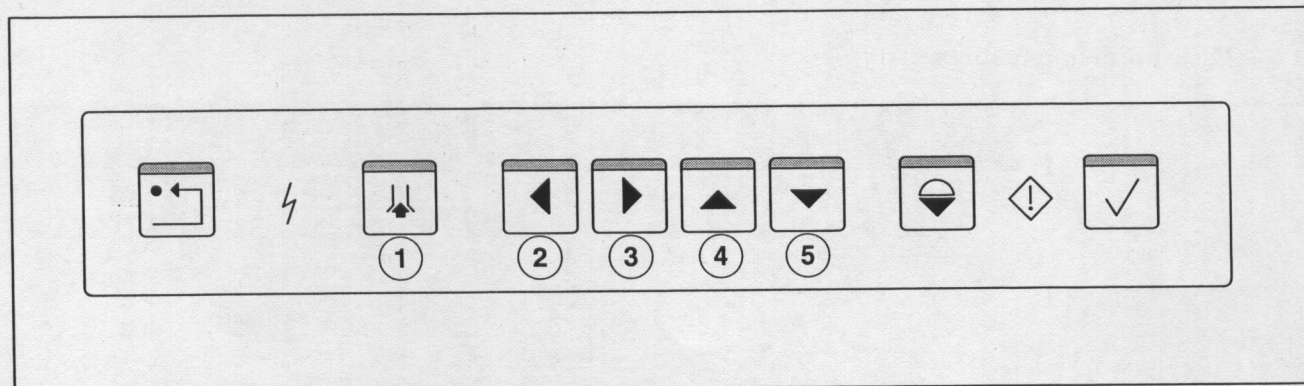

Abb. 7 Bedienstellen
1. Drücken Sie an der Bedienstelle Messeinrichtung die Taste *Bogenfixierung* (Abb. 7/1). Der Bogen wird auf dem Tisch elektrostatisch fixiert.
3. Positionieren Sie den Messkopf durch Drücken der Tasten *Messkopf verfahren* (Abb. 7/2 ... 7/5) genau auf dem Bogen.